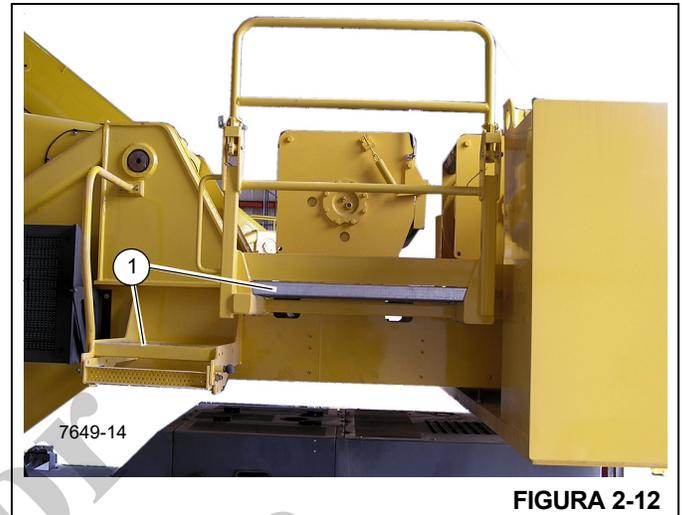

FIGURA 2-12
Utilice la plataforma de acceso al malacate (1) (Figura 2-12) al trabajar en la zona del malacate (máquinas con contrapeso fijo solamente).